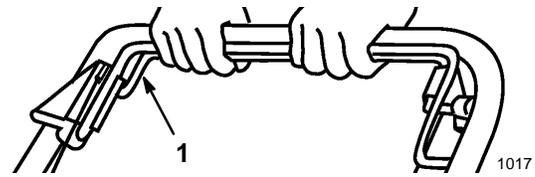

Abbildung 8
1. Zur Betätigung des Selbstantriebs den Selbstantriebsbügel gegen die Griffstange drücken und dort halten (Abb. 8).